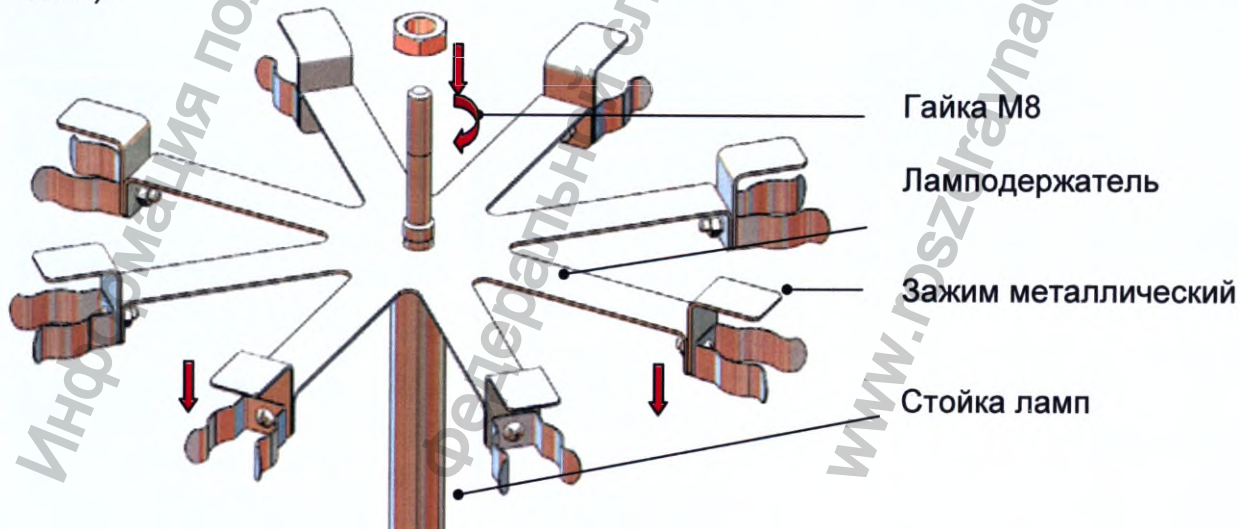

Рис. 19. Установка ламподержателя
6.5 Установить на стойку ламп сначала ламподержатель, затем гайку М8 (рис. 19). Гайку закрутить вручную до упора (при транспортировке гайка М8 закреплена на стойке ламп).